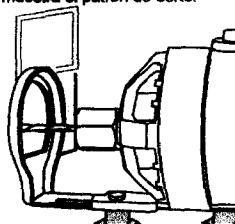

Fig. 8
5. Sostenga firmemente la herramienta con ambas manos y **ENCIÉNDALA**. Introduzca la broca a través de la pirca en la marca que indica el centro de la caja. La fig. 8 muestra el patrón de corte.